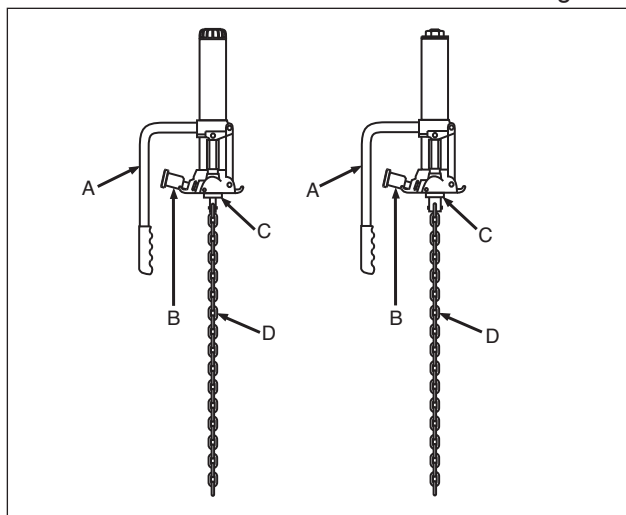

Figura 1. Gato de elevación de banco
1. El gato de elevación de banco se entrega por separado, no montado en el bastidor. Consulte la Figura 1.